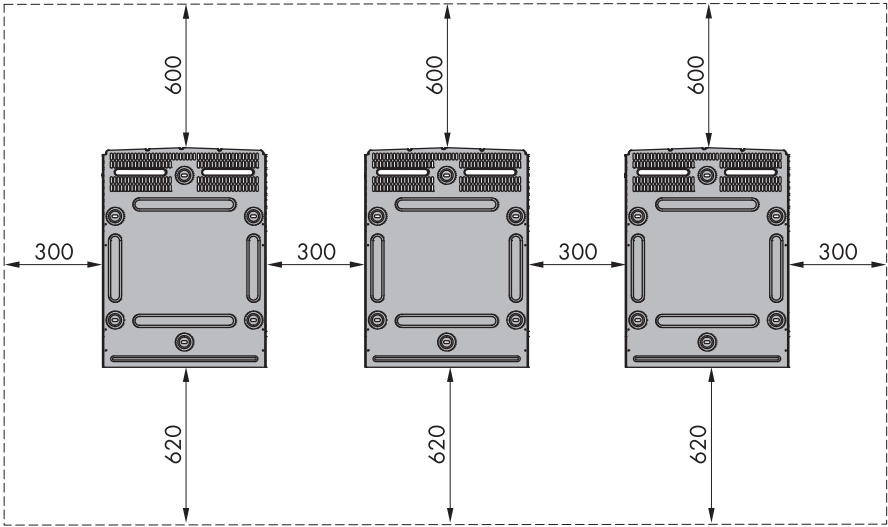

Figure 2.8 Distances de sécurité en mm
Pour une circulation d'air suffisante, respectez les distances de sécurité avec les autres objets (voir figure 2.8).
- Respectez les distances de sécurité pour l'installation d'un ou de plusieurs onduleurs afin que l'air circule correctement. Les distances sont spécifiées sur la figure 2.8 et sur l'étiquette du support mural.